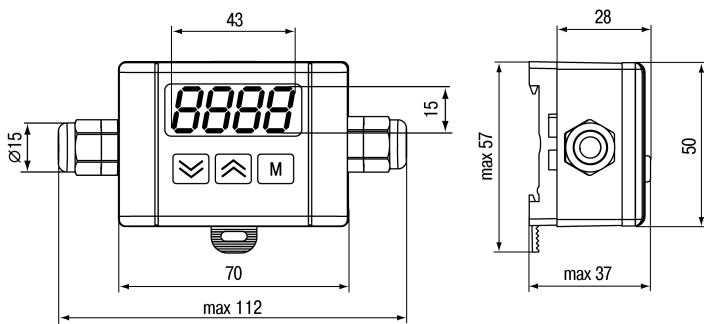

Рисунок 1 – Габаритные размеры
3. Снять переднюю панель корпуса (2) по стрелке 2, отвинтив четыре винта М3х16 (3) (рисунок 1);
4. Установите гермовводы через уплотнительное кольцо (5) из комплекта поставки, не затягивая гайки (6). Если подключение производится только с одной стороны, один из гермовводов заменить заглушкой из комплекта поставки;
6. Установить панель (2) обратно и закрепить ее винтами (3);